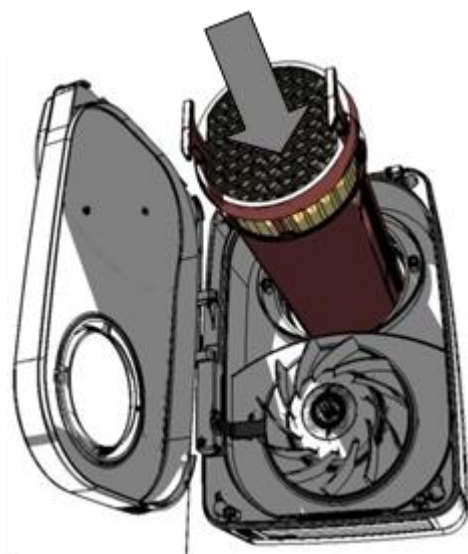
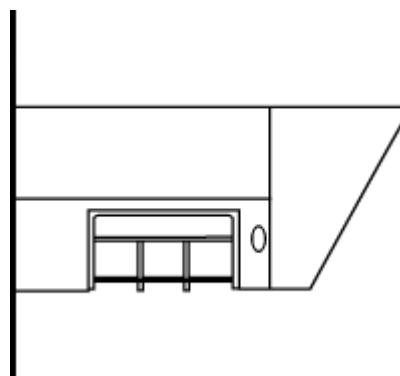

Figura 13
Figura 14
9. Inserire lo scambiatore di calore attraverso il corpo ventilatore e nel foro a parete (Figura 13). Porre attenzione a rispettare l'orientamento del tubo all'esterno (Figura 14).